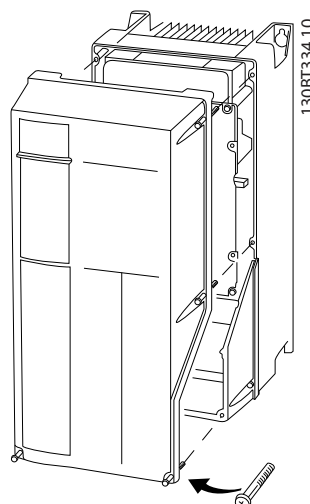

Ilustración 2.10 Acceso al cableado de control de las protecciones A4, A5, B1, B2, C1 y C2
- También puede retirar la cubierta frontal aflojando los tornillos de fijación. Consulte *Ilustración 2.10*.